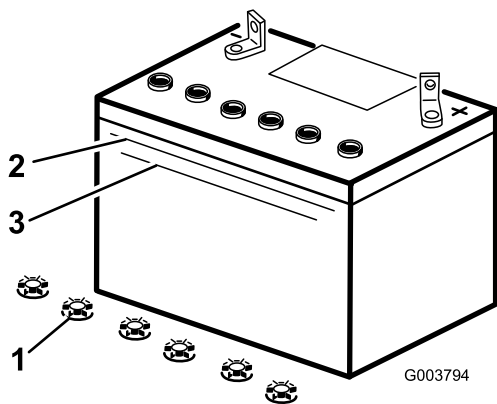

Рисунок 37
3. Посмотрите на боковую стенку аккумулятора. Уровень электролита должен доходить до линии Upper (Верхний) (Рисунок 37). Следите за тем, чтобы уровень электролита опустился ниже линии Lower (Нижний) (Рисунок 37).
3. Снимите крышки заливных горловин аккумулятора (Рисунок 37).
электролита не дойдет до линии Upper (Рисунок 37) на корпусе аккумулятора.
5. После заполнения банок аккумулятора подождите пять или десять минут. В случае необходимости добавьте дистиллированную воду, пока уровень электролита не дойдет до линии Upper (Рисунок 37) на корпусе аккумулятора.